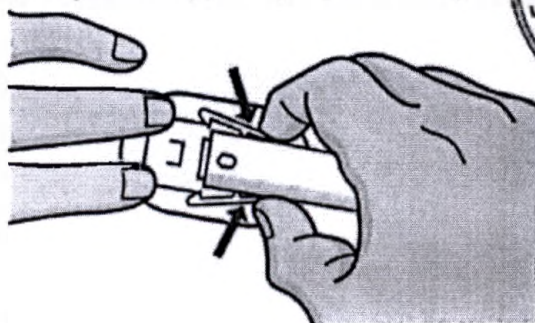

Рисунок 7. Отсоединение и отделение устройства введения.
11. Затем нажмите на штатив по бокам устройства для введения, чтобы высвободить датчик. Извлеките и утилизируйте устройство (рисунок 7).